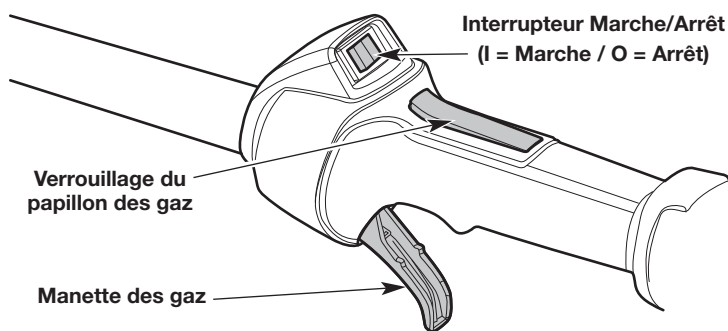

Fig. 18
**REMARQUE :** Il est inutile de mettre l'appareil en marche. La commande Marche/Arrêt est en position **Marche** (I) en permanence (Fig. 18).
6. Appuyez sur le bouton de verrouillage de la manette des gaz et maintenez-le enfoncé. Serrez et la manette des gaz et maintenez-la enfoncée (Fig. 18). Tirez à **5 reprises** sur le câble de démarreur avec un mouvement contrôlé et régulier (Fig. 20).
2. Maintenez la commande Marche/Arrêt enfoncée en position **Arrêt** (O) jusqu'à ce que le moteur soit complètement arrêté (Fig. 18).